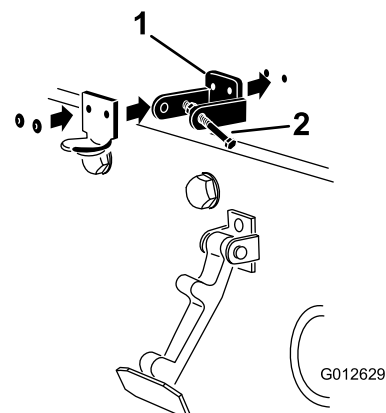

Figura 8
4. În timp ce aliniați orificiile de montare, poziționați pe capotă suportul de blocare CE și suportul clichetului capotei (Figura 8).
6. Nituiți suportul și aibele pe capotă (Figura 8).